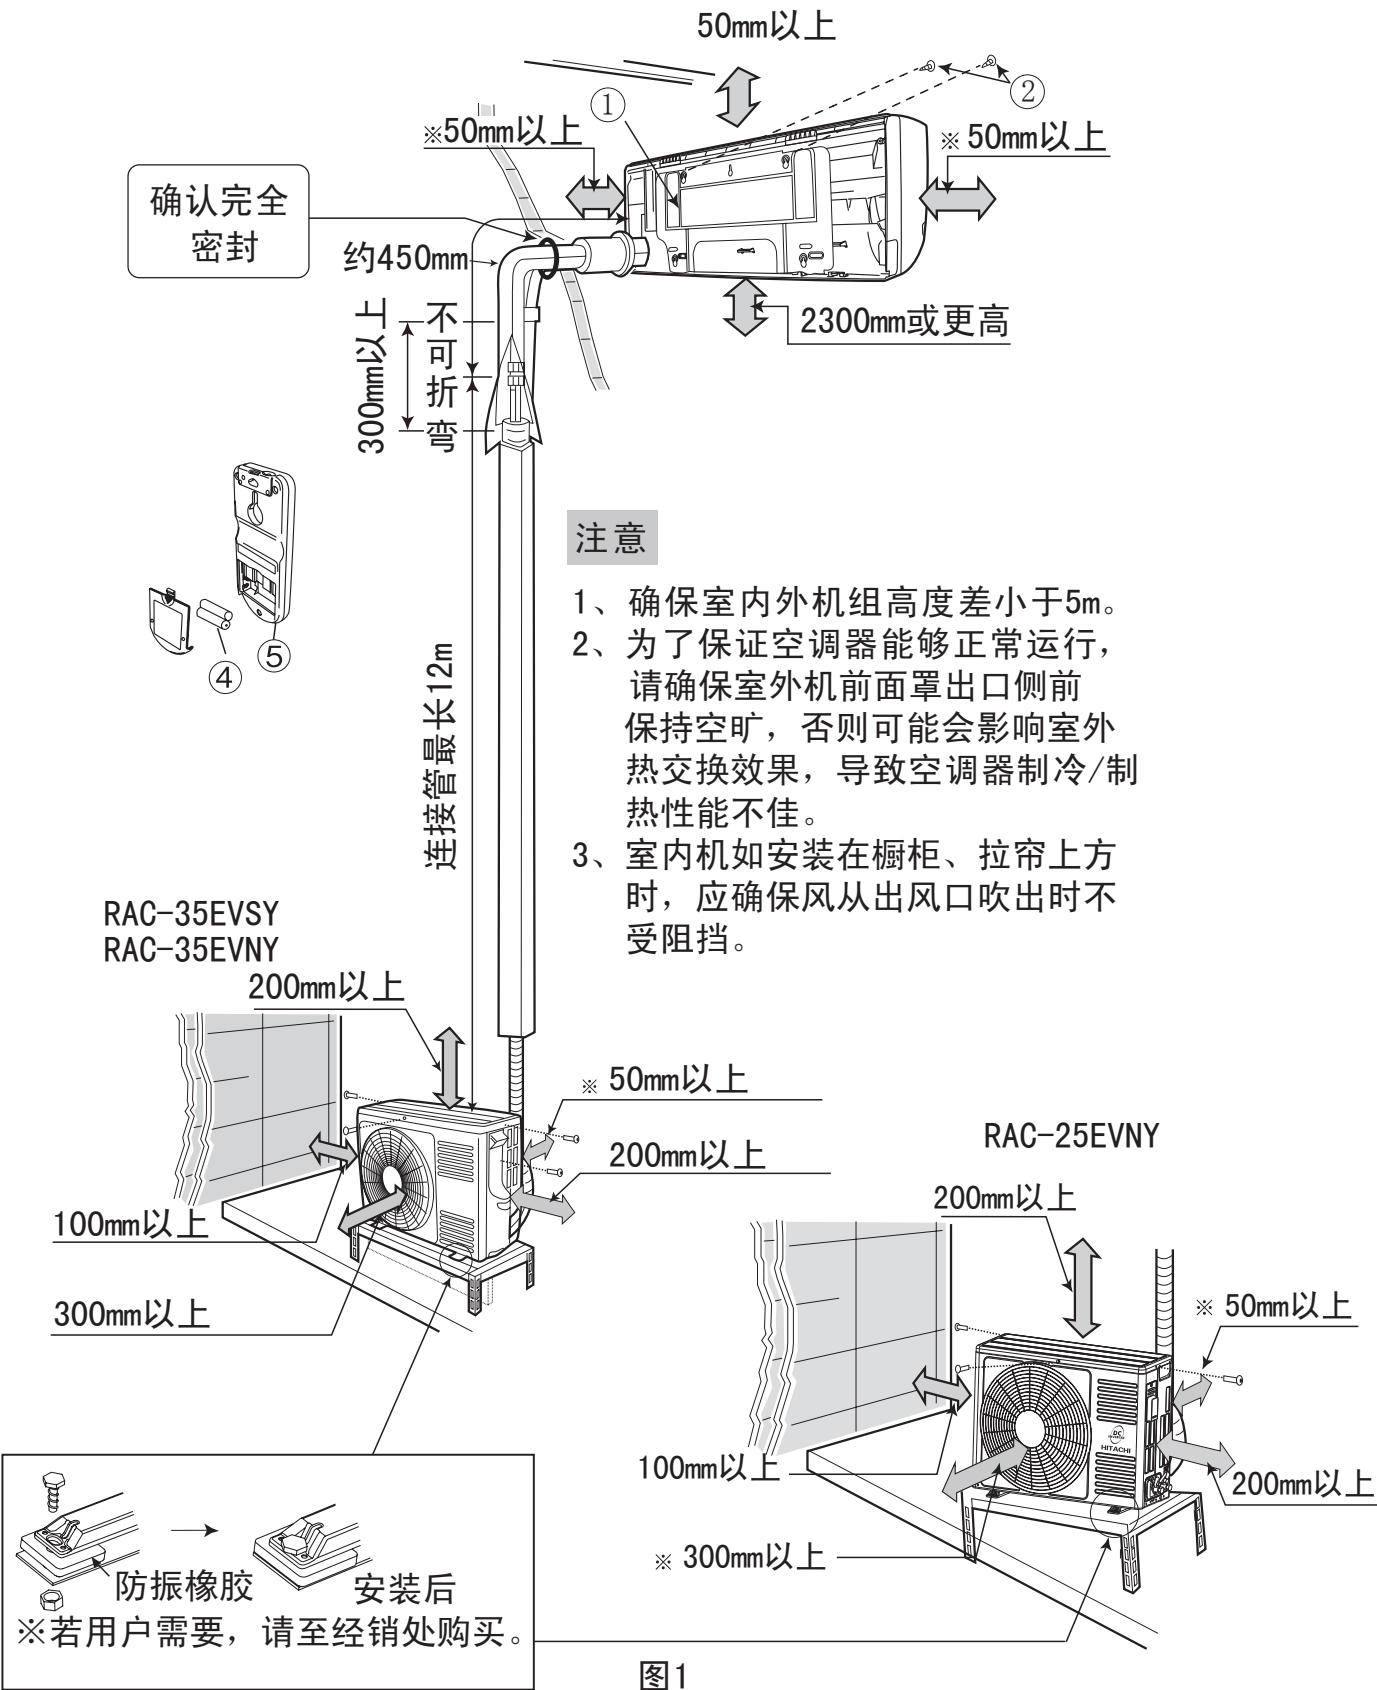

图1
1. 示图1是连接配管安装成形。
2. 根据总装示图1结合对应附件按要求牢固安装。
- (1) 为了便于修理，室内机组旁边应如图1般保留空间。
- (1) 如图1所示保留室外机组旁的空位，避免任何障碍物妨碍通风系统。
- (2) 尽量安装于房屋的东或北方。如装于南或西方是无可避免时，应有遮盖物遮盖。
- (3) 最好不要安装在污秽或雨淋的地方。
- (4) 尽量靠近室内机组安装。